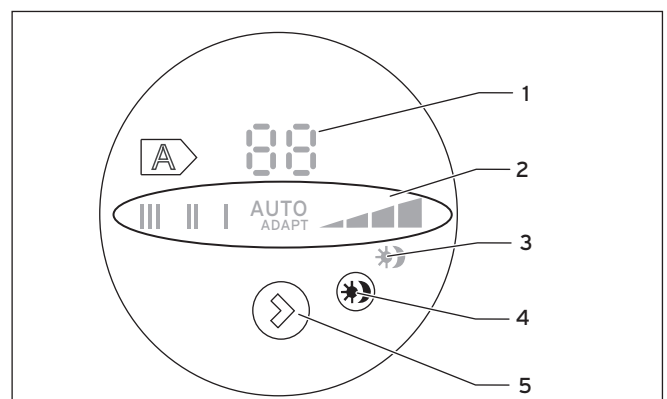

Abb. 5.2 Bedienfeld
Sie können eine der acht unterschiedlichen Einstellmöglichkeiten der Hocheffizienzpumpe über die Drucktaste (→ **Abb. 5.2**, Pos. 5) auswählen.
Leuchtet die Anzeige für die automatische Nachtabsenkung (→ **Abb. 5.2**, Pos. 3), ist die automatische Nachtabsenkung aktiviert.
Die automatische Nachtabsenkung wird mithilfe der Drucktaste (→ **Abb. 5.2**, Pos. 4) aktiviert/deaktiviert.
Die gewünschte Pumpeneinstellung wird mithilfe der Drucktaste (→ **Abb. 5.2**, Pos. 5) gewählt.
- Wählen Sie mithilfe der Drucktaste (→ Abb. 5.2, Pos. 5) die gewünschte Pumpeneinstellung aus.